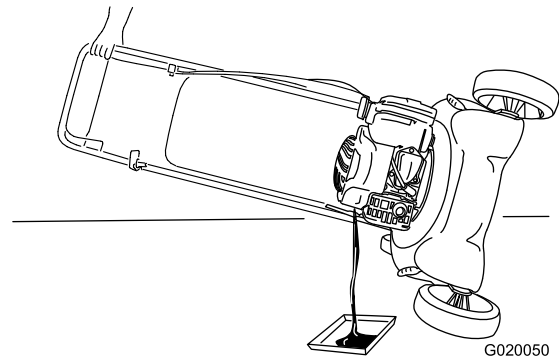

Figure 18
2. Inclinez la machine sur le côté, jauge en bas, puis retirez la jauge pour vidanger l'huile usagée par le goulot de remplissage (Figure 18).